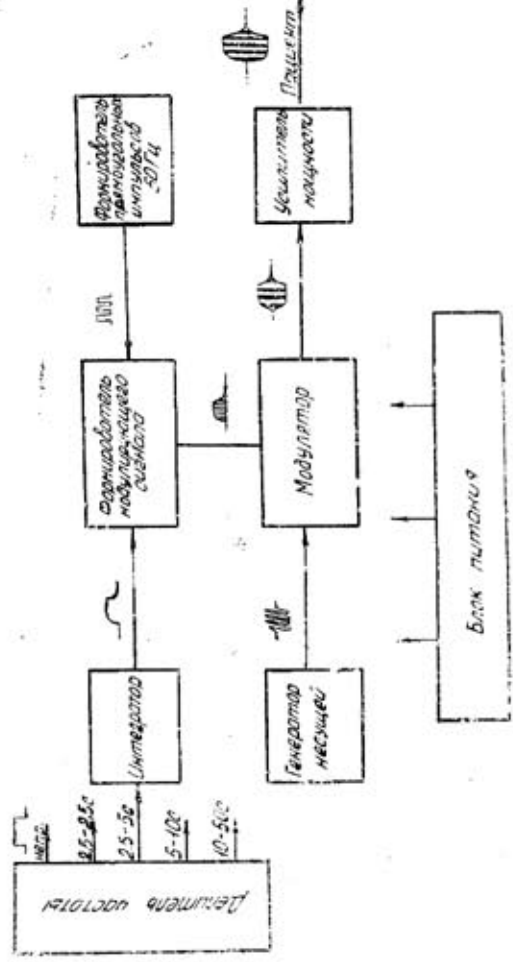

Рис. 3. Электростимулятор ЭМС-30-3 СТИМУЛ-1
4.3. Электрическая функциональная схема аппарата и формы сигналов на входах и выходах отдельных узлов приведены на рис. 3.